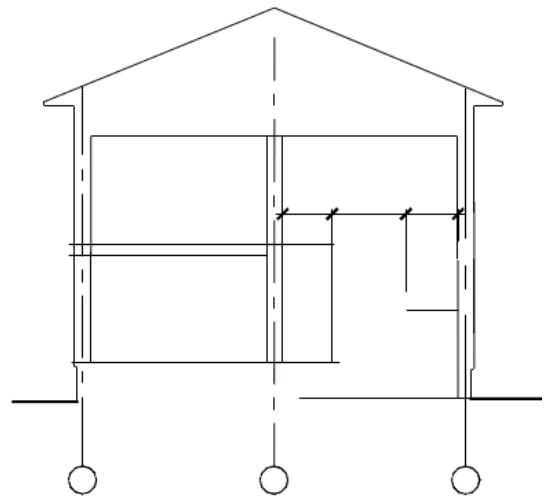

Рис. 2.30. Другий етап креслення розрізу будівлі
– наносять контури зовнішніх і внутрішніх стін, перегородок, які входять в розріз, визначають ширину сходових майданчиків, викреслюють контури карниза, цоколя і даху, рисунок 2.30;